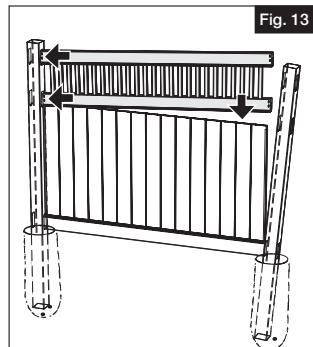

Fig. 13
- c. Por último, agregue el conjunto superior ensamblado en los agujeros ranurados del primer poste (Fig. 13).